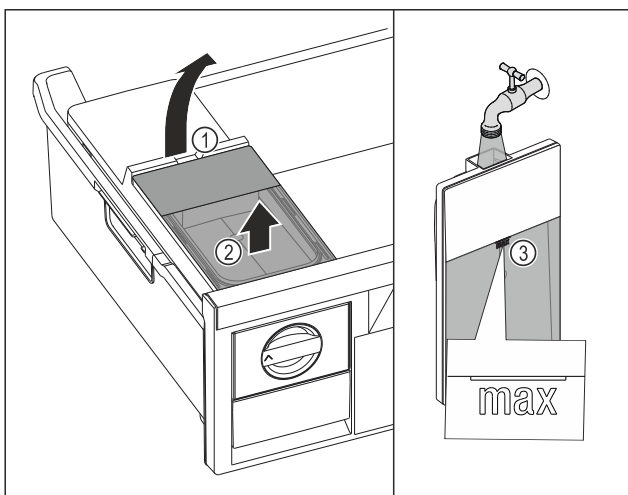

Fig. 124
- (2) Корпус с ванночкой для кубиков льда
- (3) Бак для воды
- (5) Выдвижной ящик для кубиков льда
- ▶ Поднимите бак для воды за выемку Fig. 124 (1).
- ▶ Извлеките бак для воды движением вверх Fig. 124 (2).
- ▶ Наполните бак для воды питьевой водой до отметки Fig. 124 (3).